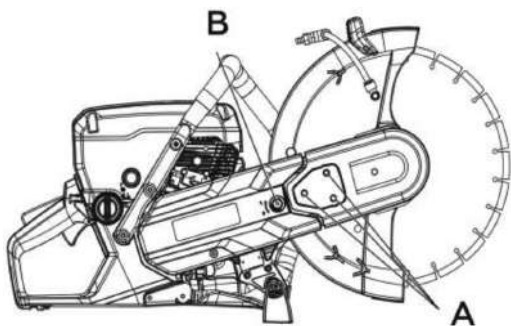

Рис. 49
Ослабьте три гайки (А) (рис. 49), удерживающие верхний защитный кожух съемной головки. Поверните натяжитель ремня (В) в положение «0», чтобы ослабить ремень, в положение «I», чтобы натянуть ремень.
1. Ослабьте три гайки (А), удерживающие верхний защитный кожух съемной головки. Поверните натяжитель ремня (В) в положение «0», чтобы ослабить ремень (рис.49).